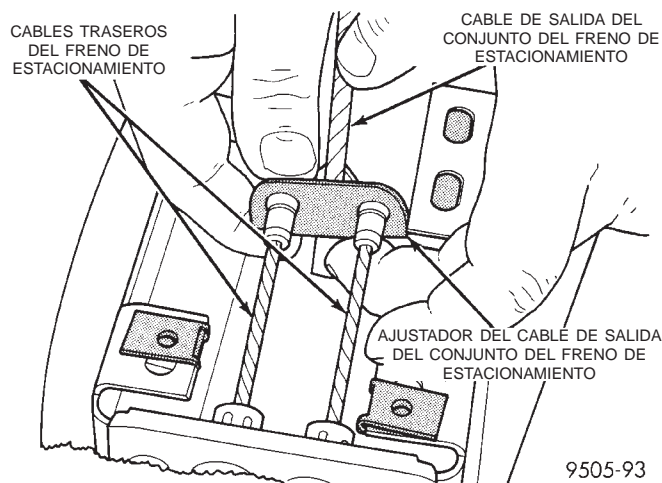
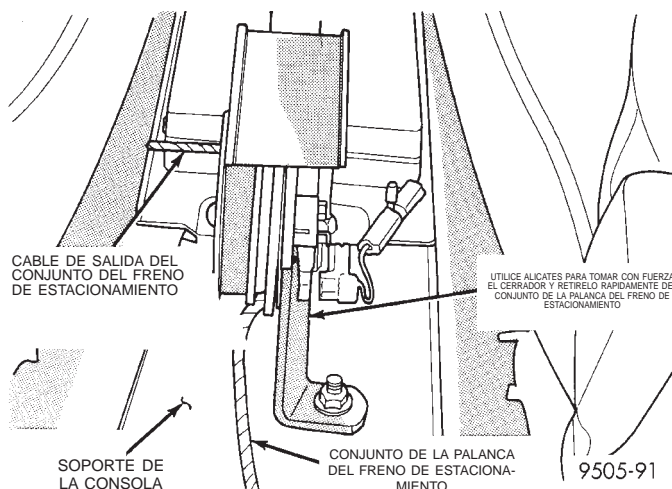

Fig. 140 Fijación de los cables del freno de estacionamiento al ajustador
Fig. 159 Desmontaje del cerrador de la palanca del freno de estacionamiento
(7) Retire los cables traseros del freno de estacionamiento del ajustador de cables del freno de estacionamiento (Fig. 140).
(14) Instale los cables traseros del freno de estacionamiento en el ajustador (Fig. 140) en el cable de la palanca del freno de estacionamiento.
(15) Vuelva a colocar la alfombra trasera.
(16) Instale las molduras del limpiabarro en la viga de ambas puertas traseras, hasta que hagan un chasquido en las vigas de las puertas traseras.
(17) Instale el cojín inferior del asiento trasero. Asegúrese de que el cojín inferior del asiento esté totalmente instalado en los retenes del suelo de la carrocería del vehículo.
(18) Tome firmemente el cerrador de la palanca del freno de estacionamiento (barrena de 3/16 pulgadas; 4,75 mm) (Fig. 159) y retírelo rápidamente del mecanismo de dicha palanca. Esto permitirá que el mecanismo de la palanca del freno de estacionamiento ajuste correctamente los cables de dicho freno.